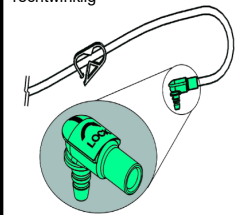

Abbildung 3: Ballon Befüllungs port
1. Desinifle el balón acoplado la jeringa de punta Luer Slip al puerto de inflado del balón (Fig. 3) para retirar el agua.
2. Vor der Platzierung des MiniACE® Button wird der Ballon mithilfe einer Luer-Slip-Spritze durch den Ballon-Befüllungsport (siehe Abb. 3) mit destilliertem oder sterilem Wasser bis auf das empfohlene Füllvolumen befüllt. Das empfohlene Füllvolumen ist Tabelle 1 zu entnehmen und oberhalb des Ballon-Befüllungsports der Einheit aufgedruckt. Die Spritze entfernen und den Ballon auf Intaktheit überprüfen, indem er vorsichtig zusammengedrückt und überprüft wird, ob eventuell Undichtigkeiten vorhanden sind. Den Ballon einer Sichtprüfung auf Symmetrie unterziehen. Die angegebene Größe muss für die gemessene Länge geeignet sein. Die Spritze wieder einführen und das Wasser nach der Überprüfung vollständig aus dem Ballon entfernen.